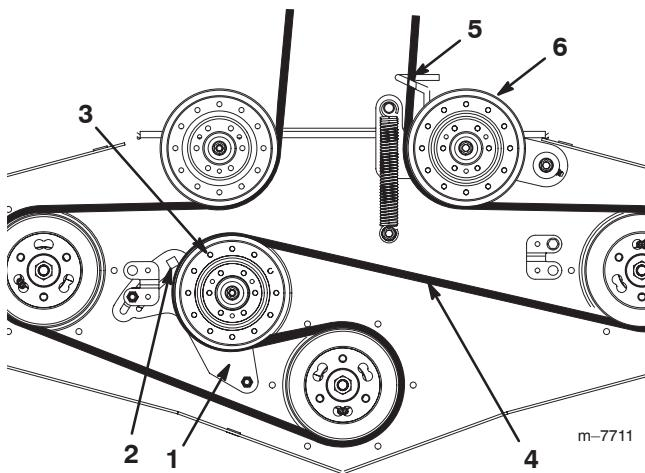

Figure 57
- Desserrez le bras de la poulie de renvoi fixe pour détendre la courroie sur la poulie (Fig. 57).
- Passez la courroie neuve dans le guide-courroie et sur les poulies (Fig. 57).